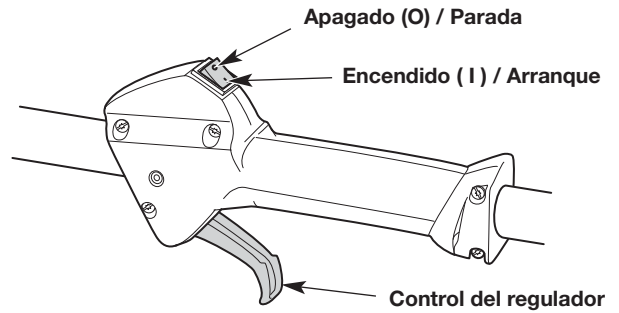

Fig. 6
NOTA: No hay necesidad de encender la unidad. El interruptor de Encendido/Apagado debe estar en la posición ENCENDIDO (1) en todo momento (Fig. 6).
6. Apriete el control del regulador (Fig. 6) y tire de la cuerda **5 veces** con movimiento regulado y firme (Fig. 8).
2. Oprima y no suelte el interruptor de control de Encendido y Apagado en la posición APAGADO (0) hasta que el motor se detenga por completo (Fig. 6).